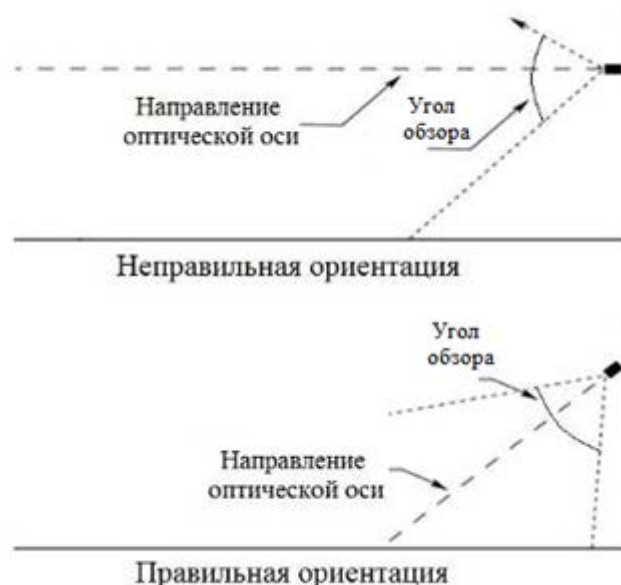

Рисунок 4 – Установка извещателя по отношению к горизонту
- Извещатель должен быть нацелен на объект по нисходящей под углом к горизонту, по крайней мере, 10 - 20 градусов (см. рис. 4). Такая установка предотвращает скопление влаги на смотровом окне.